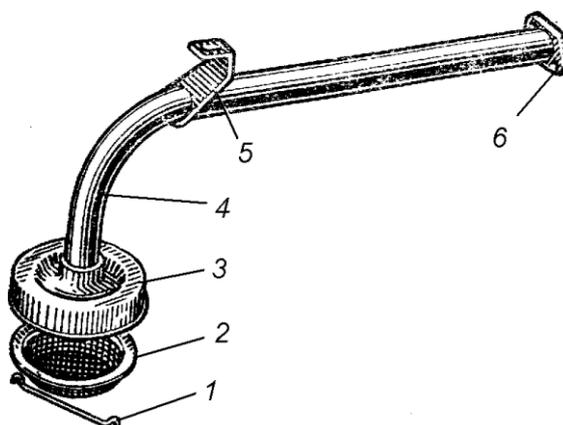

Рисунок 6 – Маслозаборник:
**Маслозаборник** (рисунок 6) обеспечивает первичную очистку масла и подачу его к насосу. Он состоит из корпуса 3 с сетчатым фильтром 2, всасывающей трубки 4 с фланцем 6 и деталей крепления. Маслозаборник крепится болтами с помощью фланца 6 всасывающей трубки к корпусу масляного насоса, а также через кронштейн 5 к коренной опоре коленчатого вала. Конструкция маслозаборников двигателей различна и зависит от формы картера двигателя.